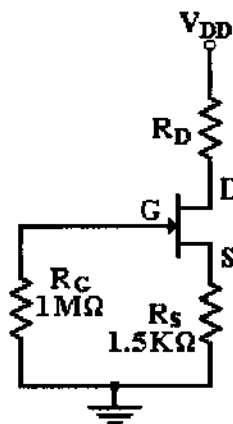

Figura 2.5
5.- Determine el intervalo de valores de  $R_D$  para que se haga posible una polarización de CD entre  $I_{DSS}/2$  e  $I_{DSS}/4$  para el circuito de la figura 2.5. Emplee la curva característica de  $I_D = F(V_{GS})$  los datos de  $I_{DSS}$  y  $V_P$  son los datos reales del transistor JFET a emplear.
- 6.- Arme el circuito de la figura 2.5 con los valores comerciales de las resistencias ( $R_D$ ) y compruebe la característica de donde se partió.